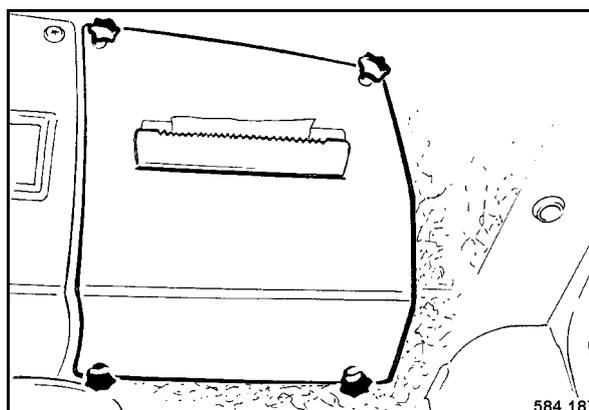

Рис. 105
- Вывернуть рукоятки в форме звездочки (Рис. 105) и снять крышку.